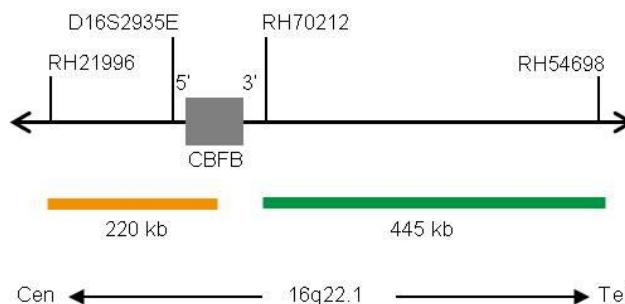

Fig. 1: SPEC CFBF Mappa della sonda (non in scala)
- Polinucleotidi (~10.0 ng/μl) marcati con ZyGreen (eccitazione 503 nm/emissione 528 nm), le cui sequenze target mappano in 16q22.1\* (chr16:67,161,347-67,605,304) distali al punto di rottura di CFBF (vedere Fig. 1).
- Polinucleotidi (~4.5 ng/μl) marcati con ZyOrange (eccitazione 547 nm/emissione 572 nm), le cui sequenze target mappano in 16q22.1\* (chr16:66,882,262-67,102,895) prossimali al punto di rottura di CFBF (vedere Fig. 1).